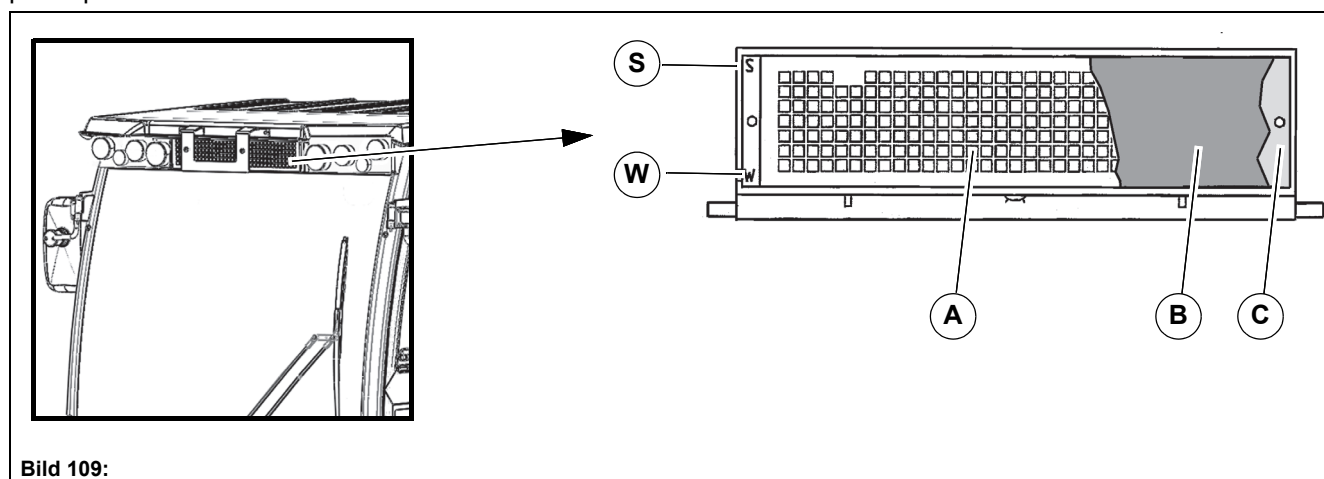

Bild 109:
2. Lossa skyddsgallrets **Bild 109-A** fyra fästskruvar och ta bort skyddsgallret.
3. Ta bort hyttluftfiltret **Bild 109-B** och rengör det, byt vid behov.
Lägg in den hålplatta **Bild 109-C** som finns bakom hyttluftfiltret så att markeringen påkar på "S".